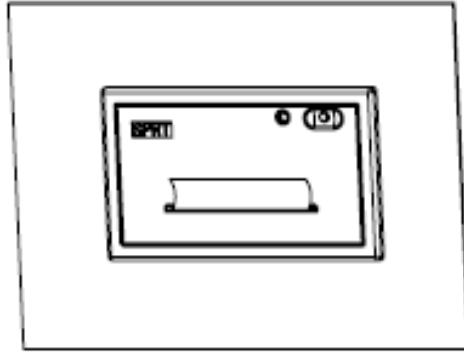

图 2-16
(6) 内壳完全推入，与外壳卡紧后，装纸完成。如图 2-16 所示：